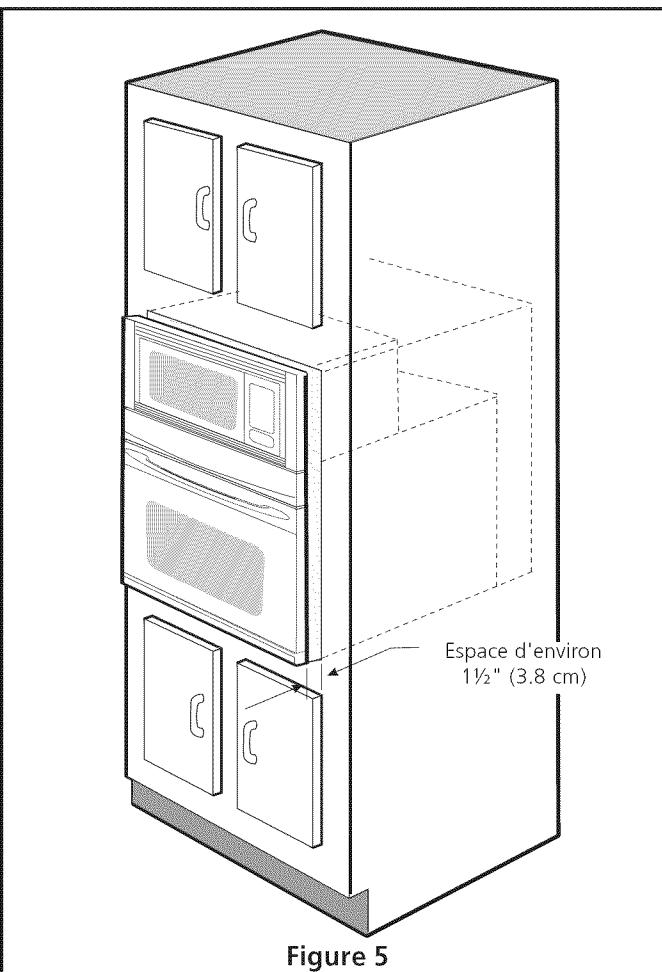

Figure 5
- 3 Insérez l'appareil dans le découpage de l'armoire. Glissez l'unité vers l'intérieur en laissant un espace de $1\frac{1}{2}$ " (3.8 cm) entre le four et le devant de l'armoire (voir figure 5).